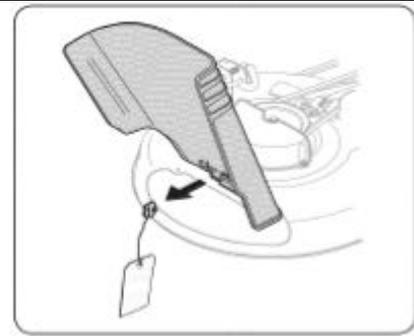

Рис.2
- Найдите место установки транспортировочной скобы (если имеется) и сопровождающий предупреждающей таблички, расположенной на правой стороне газонного трактора между дефлектором разгрузочного желоба и щитком газонного трактора (См. Рис.2).